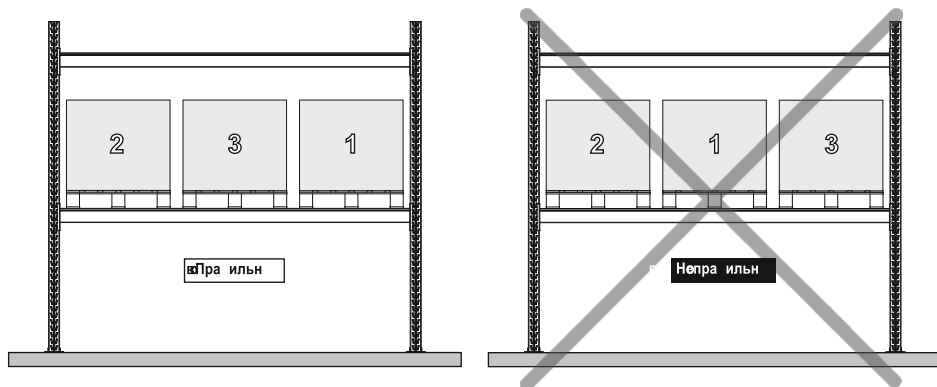

Рисунок 8 - Порядок размещения грузовой единицы на ярусе
- Если требуется установить больше двух грузовых единиц, ячейки необходимо заполнять от краев к центру (рис. 8);